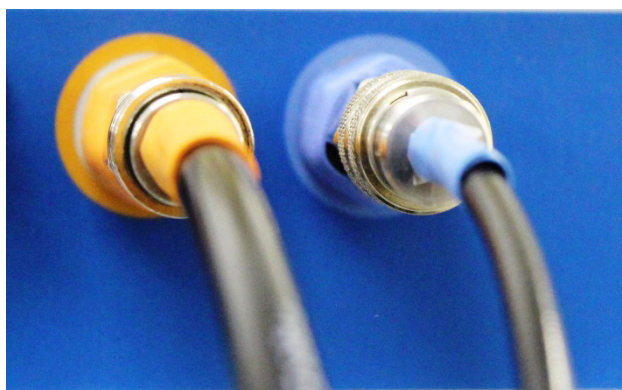

Figura 13: Connettori pneumatici codificati con colori
3. Inserire le connessioni corrispondenti sui connettori pneumatici, come mostrato nella Figura 13. L'anello scorrevole dovrà essere inserito manualmente sul connettore arancione.